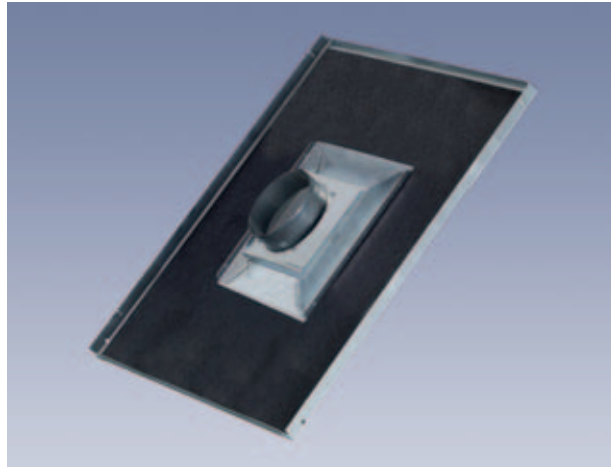

Bild 8: Opticlean für Schlauchanschluss bzw. 90°-Rohrbogen
- Schlauchanschluss bzw. 90°-Rohrbogen (Bild 8) oder